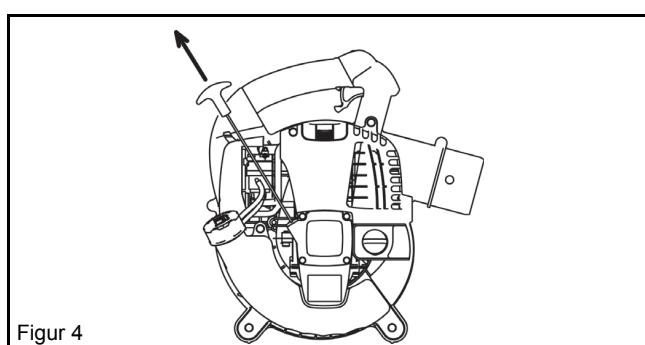

Figur 1
Forviss deg om at maskinen står på et flatt, horisontalt underlag, som vist på figur 1.
- Hvis maskinen ikke er plassert som på figur 1, på et horisontalt underlag, vil avlesningen av oljenivået kanskje ikke være korrekt.
- (1) Sett maskinen på et jevnt underlag.
- (2) Sett stoppbryteren i "I"-posisjon (figur 1).
- (1) Forviss deg om at tanklokket er skrudd godt på.
- (2) Ta av oljetanklokket.
- (3) Vipp maskinen i den rekkefølgen som er vist på figur 1.
Når du åpner dekselet, må du plassere fingrene dine på hovedhåndtaket og fremspringet på pluggdekselet (figur 1). Trykk fremspringet oppover, og skyv dekselet i retning av "ÅPNE" (figur 2).